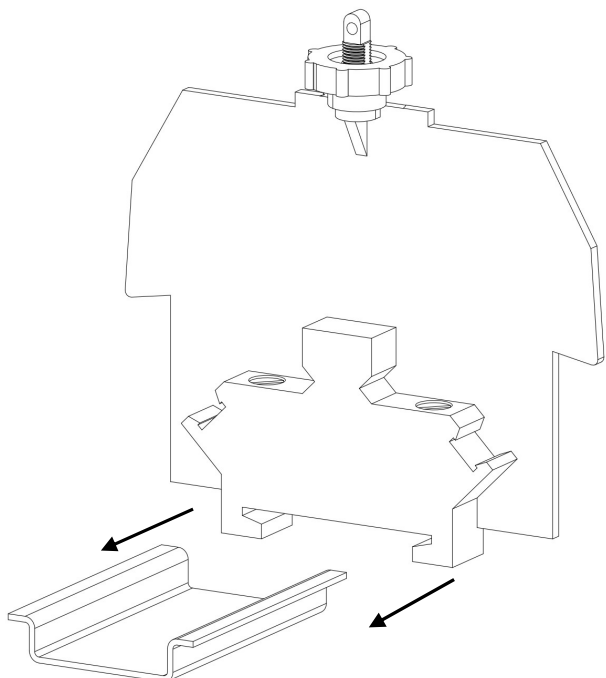
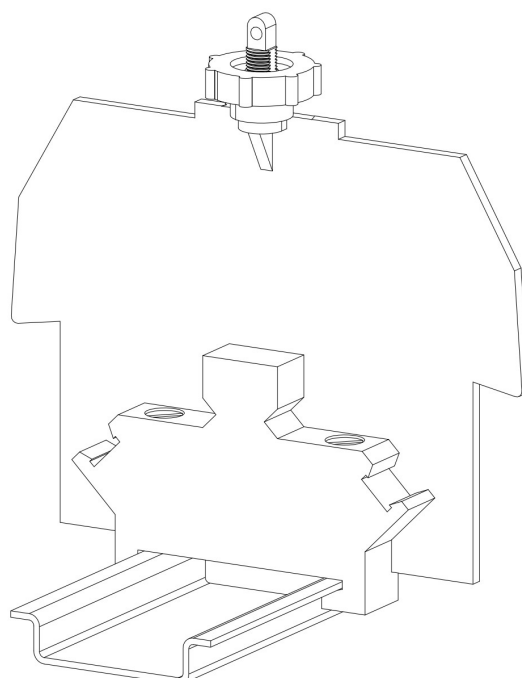

Рисунок 87 – установка держателя защитного профиля со специальной ножкой
Рисунок 88 – установленный держатель защитного профиля со специальной ножкой
- Заведите держатель защитного профиля со специальной ножкой в зацепление с монтажной рейкой (рис. 87; рис. 88).